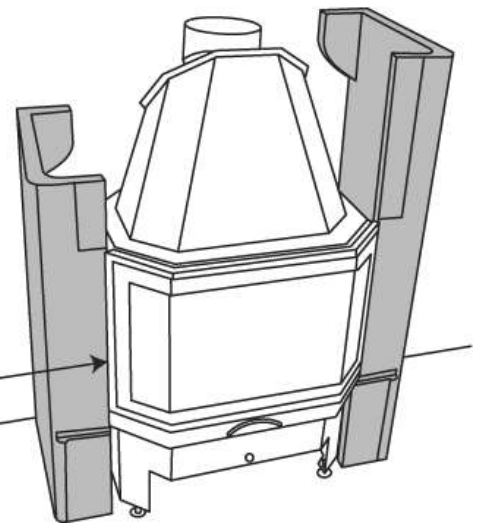

**Abbildung 1: Kamineinsatz in Position bringen**
3. Den Kamineinsatz durch Verdrehen der Stellfüße mit Gabelschlüssel SW 13 in die richtige Höhe einrichten. Die ideale Höhe ist (siehe Abbildung 1) ersichtlich. Stellen Sie bitte zur Kontrolle den Sockel mit der Sockelplatte auf. Die Unterkante des Kamineinsatzes muss ca. 2-3 mm höher eingestellt sein, damit es zu keiner Rissbildung an den Bauteilen durch die Wärmeausdehnung kommen kann. (auch seitliche Fuge von ca. 2-3 mm von Kamineinsatz zu Betonteile einhalten) Achtung: Durch das Verkleben ändert sich die Gesamthöhe minimal: es ist jedoch möglich, den Kamineinsatz abschließend durch Verdrehen der Stellfüße in die gewünschte Höhe zu justieren).
4. Außerdem ist der Abstand zur Stellwand auf das richtige Maß einzustellen (siehe Abbildung 1).